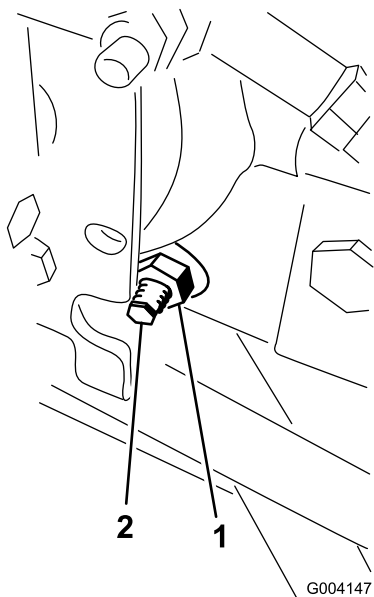

Figura 79
3. Dal lato destro dell'idrostatato, allentate il dado di bloccaggio sulla camma di regolazione della trazione (Figura 79).